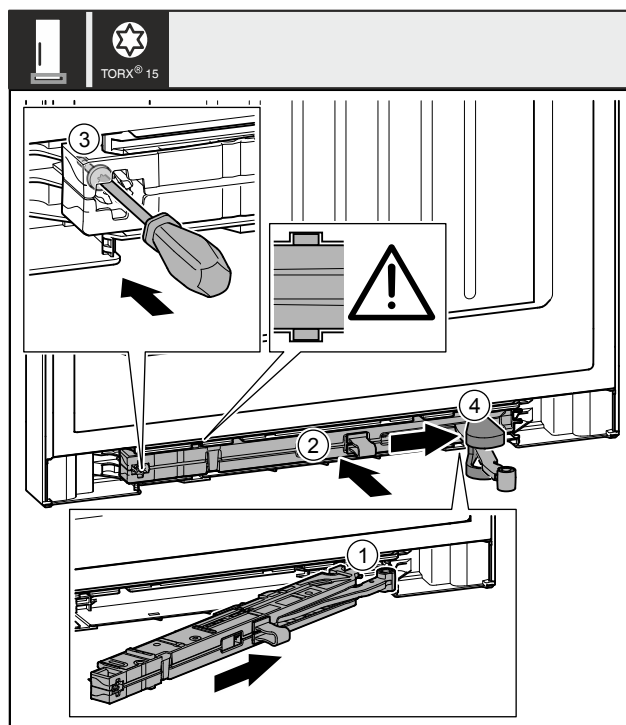

Fig. 46
► Empuje la unidad del amortiguador de cierre Fig. 46 (1) hacia el hueco sobre el lado del soporte del cojinete en ángulo hasta el tope.
► Introduzca completamente la unidad del amortiguador de cierre Fig. 46 (2) en el hueco.
► Apriete el tornillo Fig. 46 (3) con un destornillador.
► Deslice la cubierta Fig. 46 (4) sobre la bisagra.